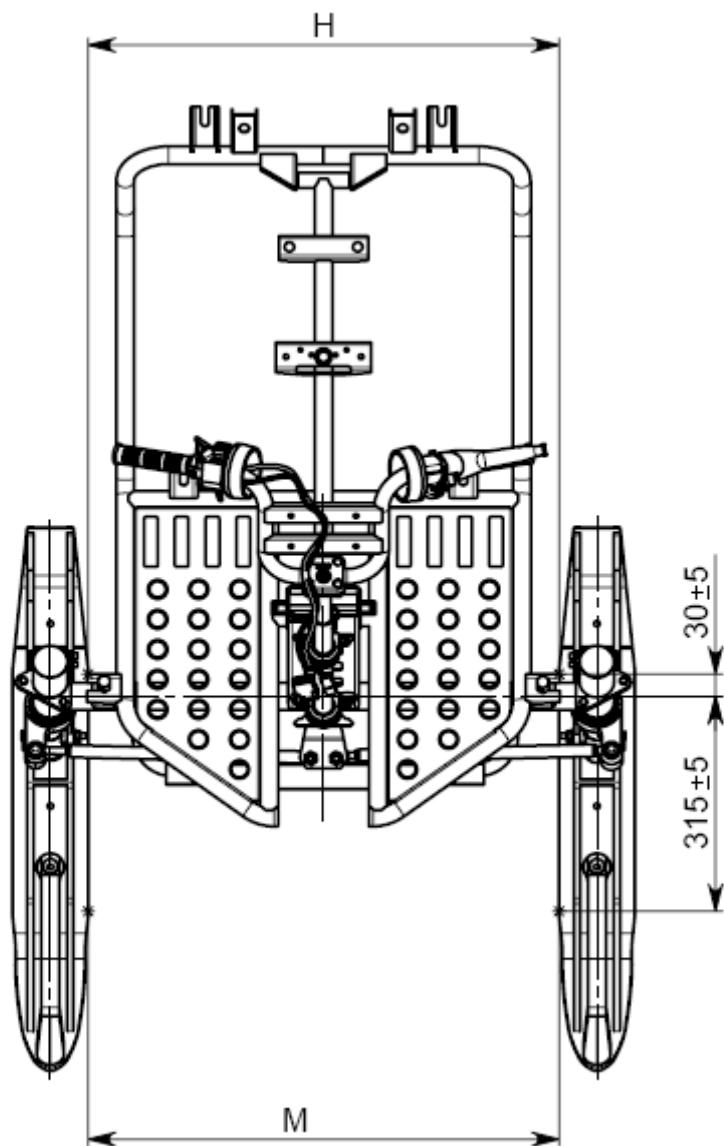

Рисунок 12 – Регулировка схождения лыж
- вращением рулевых тяг добейтесь, чтобы при положении лыж "прямо–вперед" расстояние M (рисунок 12) между передними концами